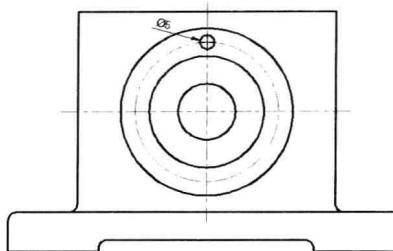

图 11-1-5
- (5) 单击“圆心、半径”按钮 C ，捕捉并单击直径为 50 圆对象的象限点，输入 2.5，按 Enter 键。创建一个圆对象，如图 11-1-5 所示。